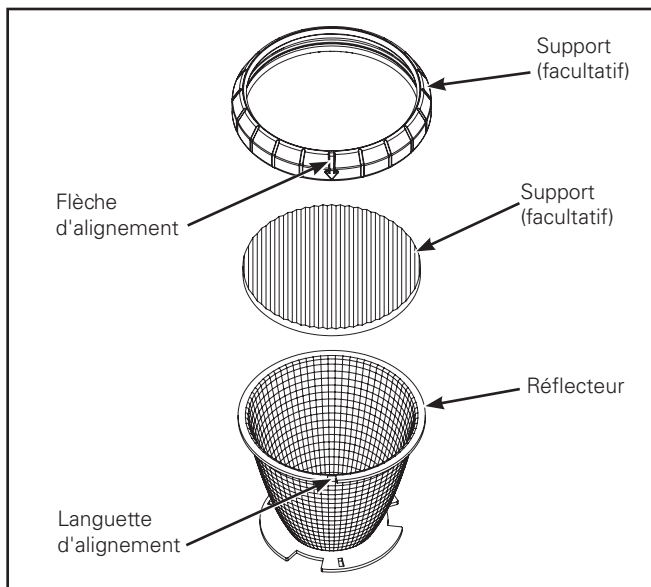

Figure 5.
1. Retirez le dispositif optique de son emballage protecteur et retirez l'anneau de support (facultatif) en caoutchouc pour installer tout support facultatif (Figure 5). Pour refixer le support au réflecteur, placez d'abord la flèche d'alignement sur la languette d'alignement et tournez la bride. Pour 1 pièce de support (facultatif), placez le réflecteur dans la position supérieure (Figure 6 et 7) et pour 2 pièces de support (facultatif), placez le réflecteur dans la position inférieure (Figure 6 & 7).